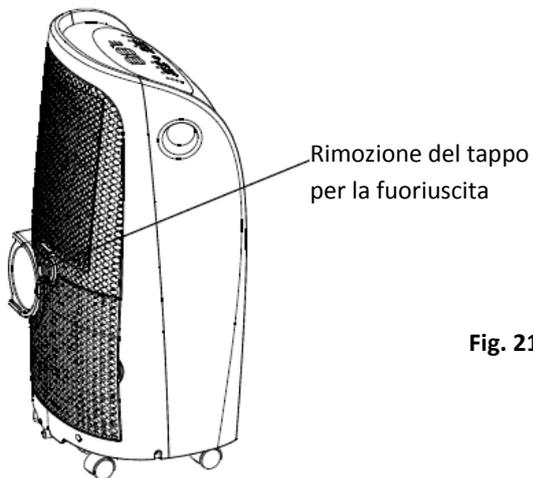

Fig. 21*
- Rimuovere durante la modalità deumidificazione il tappo per la fuoriuscita della condensa sul lato posteriore dell'apparecchio, collegare all'adattato *Simile alle figure scarico della condensa (collegamento 5/8") un tubo flessibile da 3/4" (da procurare a carico del committente). Nei modelli senza raccordo collegare il tubo flessibile di scarico dell'acqua direttamente all'apertura. Posizionare l'altra parte finale del tubo flessibile direttamente su uno scarico del pavimento. Osservare le fig. 21* e 22*.